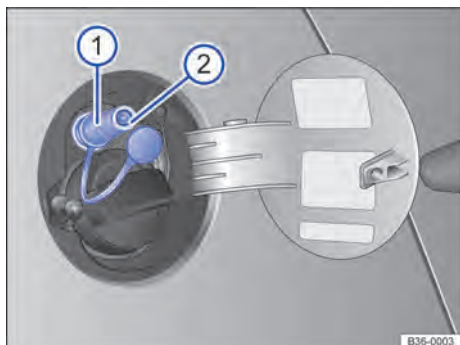

Fig. 195 Com a portinhola do tanque aberta: bocal de abastecimento de gás ①, anel de vedação do bocal de abastecimento de gás ②.
- Retirar a tampa do bocal de abastecimento de gás ⇒ Fig. 195 ①.